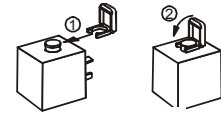

Fig 4
- Presser la bobine vers le bas et monter le clips de maintien (voir Fig 4).